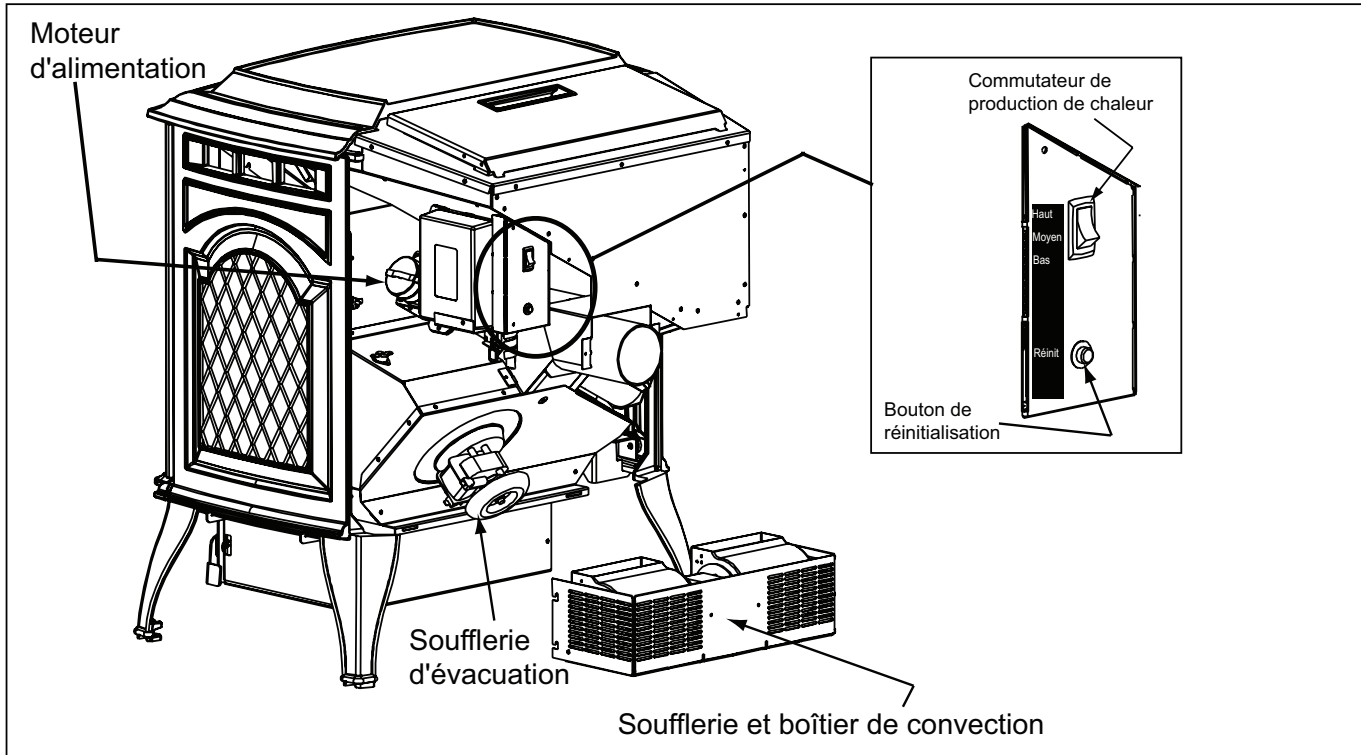

Figure 11.1
- a. Localisez le commutateur de contrôle de production de chaleur qui se trouve au dos de l'appareil dans le coin supérieur droit. **Consultez la figure 11.1 à la page 11**. Réglez-le sur la position "Haute" en appuyant sur le haut du commutateur de contrôle et en mettant le thermostat sur son réglage le plus haut. Ouvrez le panneau de droite et le témoin d'appel rouge situé derrière le boîtier de contrôle s'allumera. **Consultez la figure 11.1 à la page 11**. Ceci indique que le thermostat fait un appel de chaleur.
- c. Après le premier feu et après avoir utilisé le poêle avec le convoyeur hélicoïdal d'alimentation vide, il vous faudra appuyer sur la touche de réinitialisation située sous le commutateur de production de chaleur (**figure 11.1 à la page 11**) pendant environ 2 minutes après le démarrage et une fois de plus après 3 autres minutes. Ceci est nécessaire afin de permettre au convoyeur hélicoïdal d'alimentation de se remplir de granulés.